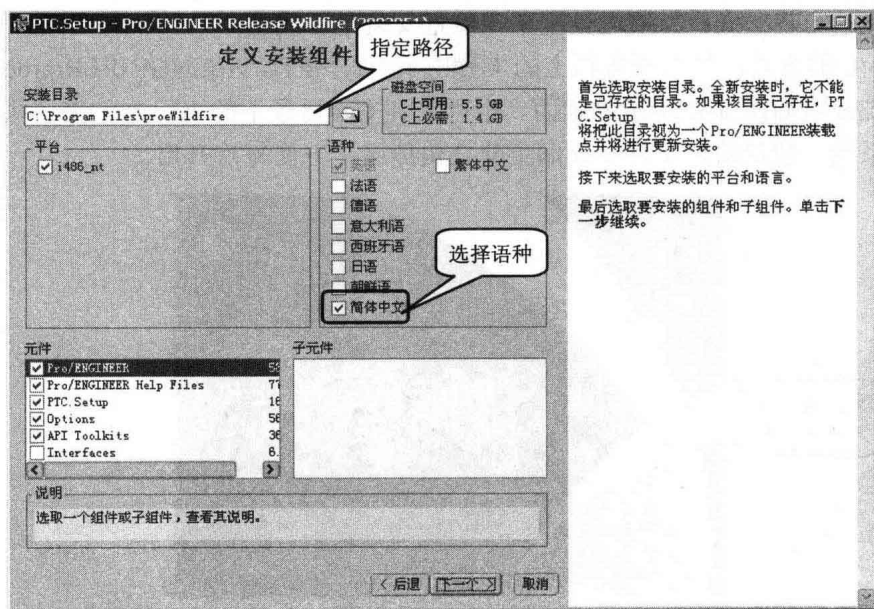

图 1-6 指定路径和语种
►步骤 5: 下一步为指定安装的路径, 可以默认其指定的路径, 也可以由用户自定义, 建议安装在 D:\PTC 文件夹下面。选择安装的语种, 将其指定为简体中文, 如图 1-6 所示。